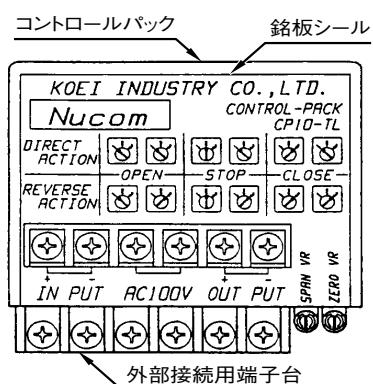

図7-3 コントロールパック正面のマーカー
- 【13】 運転に入ったあと、プロセスの状態によりハンチングを起こしたり、調節信号の急激な変化が多い場合など、ダンピングとして感度調整(図7-3参照)を行ってください。調整は状況に応じ設定します。通常は調整の必要はありません。
弁作動の正逆および全開、停止、全閉の動作の組み合わせにより、コントロールパック下端面のセレクタスイッチをセットして指定します。(図7-3)表7-1のように設定してください。